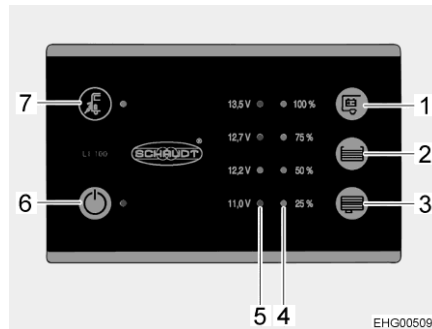

Fig. 67 Panneau de contrôle (LT 100)
La DEL jaune près du symbole de raccordement électrique "⚡" (Fig. 67,7) est allumée quand le véhicule est raccordé à une tension réseau externe. La DEL reste allumée quand le panneau de contrôle est éteint.
L'interrupteur principal 12 V (Fig. 67,6) établit ou coupe le panneau de contrôle et l'alimentation 12 V de la cellule.
- Appuyer sur l'interrupteur "⏻" (Fig. 67,6) : L'alimentation 12 V de la cellule est assurée. La DEL s'allume en vert.
- Appuyer de nouveau sur l'interrupteur "⏻" (Fig. 67,6) : L'alimentation 12 V de la cellule est coupée. La DEL s'éteint.
L'échelle DEL (Fig. 67,5) indique la tension de la batterie de cellule comme suit :
- Appuyer sur la touche "  " (Fig. 67,1) : La tension de la batterie de cellule est affichée.
L'échelle DEL (Fig. 67,4) indique le niveau de remplissage du réservoir d'eau fraîche ou de celui d'eaux usées.
Appuyer sur la touche "☰" (Fig. 67,2) : Le niveau de remplissage du réservoir d'eau fraîche est indiqué par les DEL allumées.
Appuyer sur la touche "☷" (Fig. 67,3) : Le niveau de remplissage du réservoir d'eaux usées est indiqué par les DEL allumées.